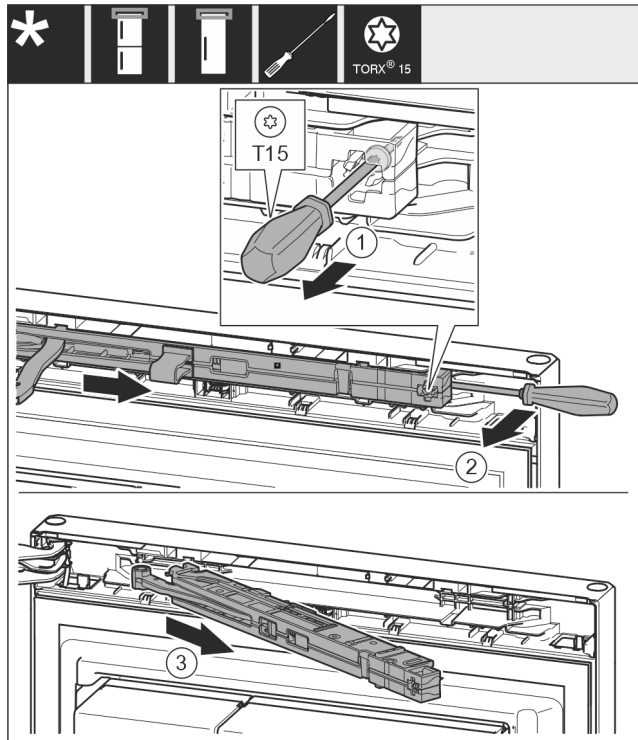

Fig. 8
- ▶ Løsn skruen på lukkedæmperenheden med skruetrækker T15 ca. 14 mm. *Fig. 8 (1)*
- ▶ Sæt en skruetrækker ind bag ved lukkedæmperenheden, og drej den fremad. *Fig. 8 (2)*
- ▶ Træk lukkedæmperenheden ud. *Fig. 8 (3)*